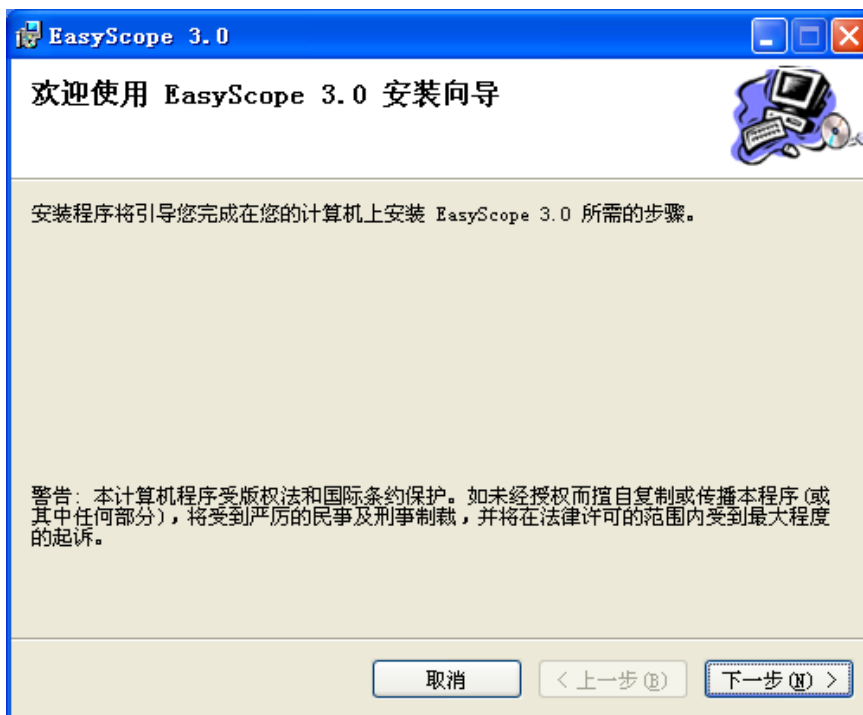

图 1-2
- . 几秒钟后进入 EasyScope3.0 软件欢迎界面，如图 1-2：